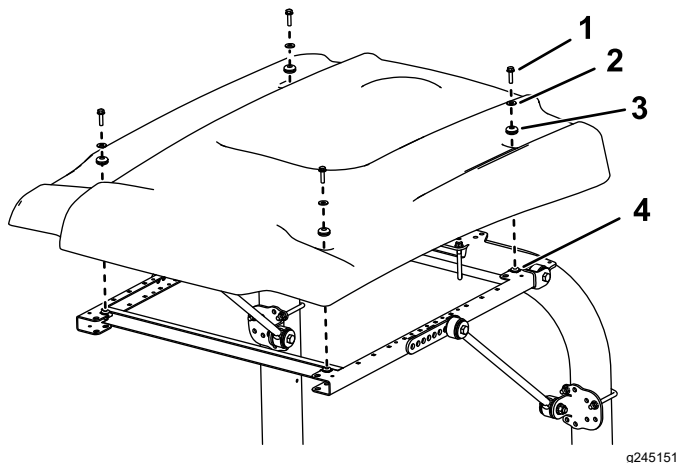

Figura 13
14. Alinee los taladros de montaje y posicione el toldo sobre el bastidor, según se muestra en Figura 13.
15. Sujete provisionalmente cada esquina del toldo al bastidor con un perno con arandela prensada ($\frac{5}{16}$ " x $1\frac{1}{4}$ "), una arandela pequeña y un anillo de goma (Figura 13).